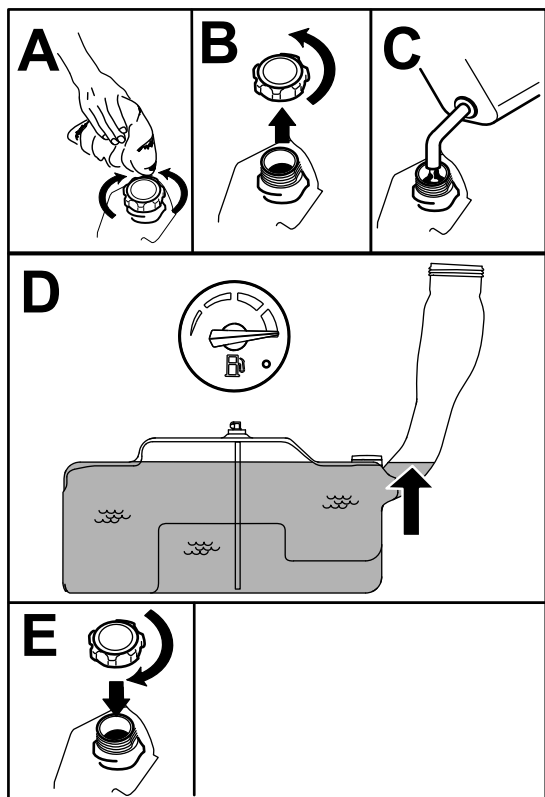

Рисунок 8
5. Заполните бак до отметки «Полный» на указателе топлива (Рисунок 8).